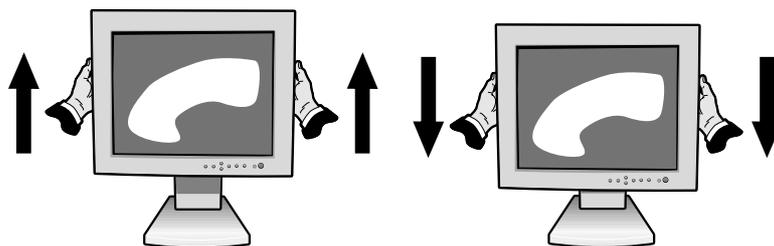

Figure RL.1
Il est possible de lever ou de baisser le moniteur en mode Portrait ou Paysage. Pour lever ou baissez l'écran, placez les mains de chaque côté du moniteur et soulevez ou abaissez à la taille désirée (Figure RL.1).
Avant de tourner l'écran, celui-ci doit être soulevé à sa hauteur maximale afin d'éviter qu'il ne heurte la table ou que vous ne vous coinciez les doigts. Pour lever l'écran, placez les mains de chaque côté du moniteur et soulevez jusqu'à la position la plus élevée (Figure RL.1).
2. Placez les mains de chaque côté de moniteur et soulevez jusqu'à la position la plus élevée (Figure RL.1).